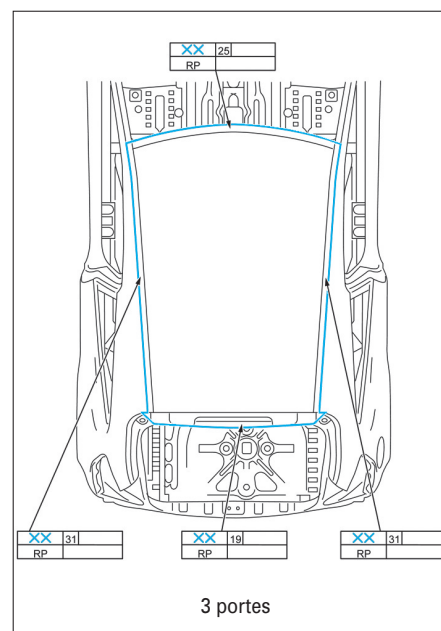
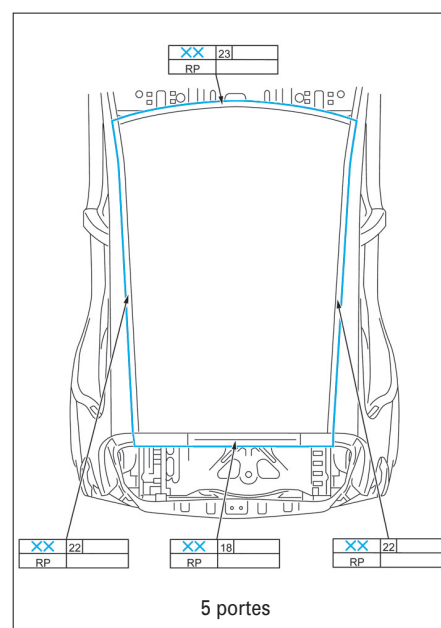

FIG. 40
FIG. 41
• Souder le pavillon (Fig.40) ou (Fig.41).